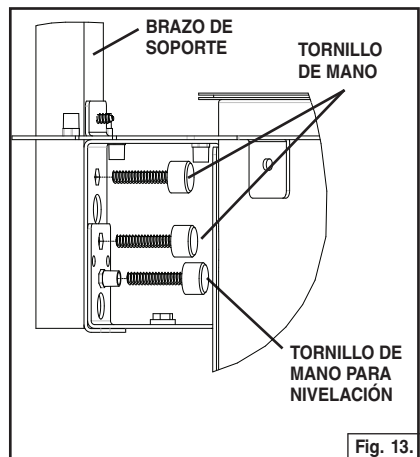

Fig. 13.
7. Proceda a fijar el brazo a la unidad motriz con (2) tornillos de mano M4 x 24 mm. Fije un tercer tornillo de mano M4 x 24 mm a la inserción roscada en la brida de la unidad motriz. Este tornillo se utilizará para nivelar la unidad motriz más adelante. Fig. 13.